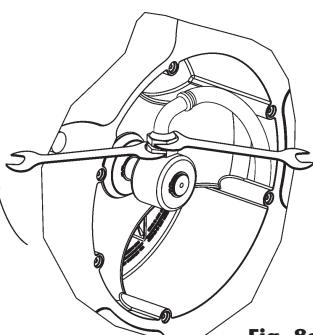
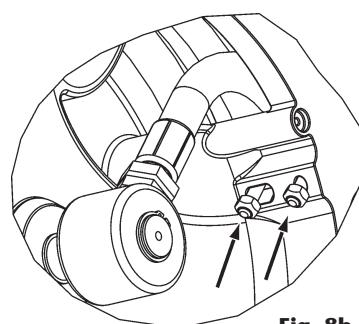

Fig. 8a
Fig. 8b
**4.** Befestigen Sie den Schlauch wie in (Fig. 8a) beschrieben am Drehgelenk und ziehen Sie den „U-Bolzen“ wie in (Fig. 8b) dargestellt an.
**3.** Entfernen Sie den Schlauch wie in (Fig. 8a) gezeigt. Lösen Sie den Schlauch von der Scheibe wie in (Fig. 8b) gezeigt, indem Sie die Klammer entfernen.